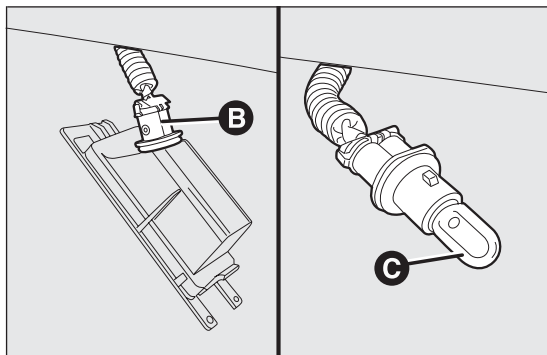

fig. 156
- girar el portalámparas B fig. 156 hacia la izquierda, a continuación extraer la lámpara C.